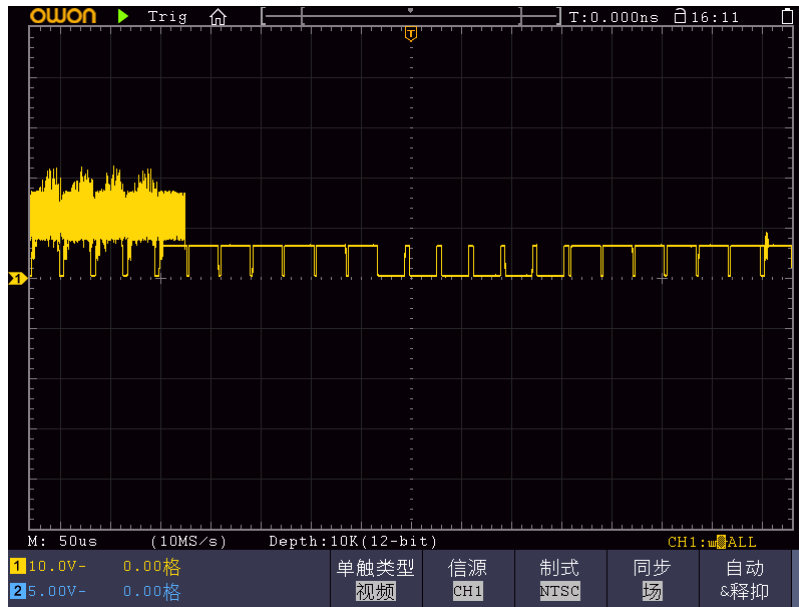

图 9-7：视频场触发波形
- (1) 按 **触发菜单** 按键, 显示触发菜单。
- (2) 在下方菜单中选择 **类型**。在右侧菜单中选择 **单触**。
- (3) 在左侧菜单中选择触发模式为 **视频**。
- (4) 在下方菜单中选择 **信源**, 在右侧菜单中选择 **CH1**。
- (5) 在下方菜单中选择 **制式**; 在右侧菜单中选择 **NTSC**。
- (6) 在下方菜单中选择 **同步**; 在右侧菜单中选择 **场**。
- (7) 调整 **垂直档位**、**垂直位移** 和 **水平档位** 旋钮以得到合适的波形显示。
- 见图 9-7: